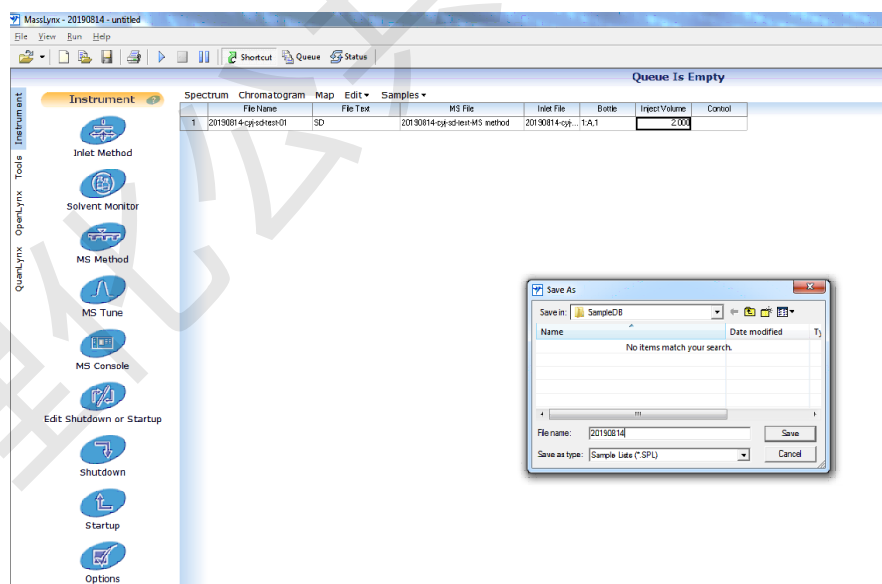
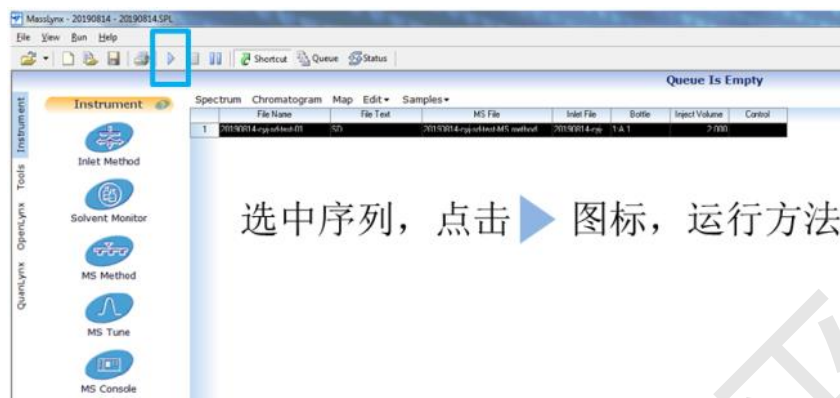

图 5.2 保存序列文件
图 5.3 运行序列文件
Step2: 如图 5.2, 保存方法序列名称, 一般以操作者姓名命名, 保存路径为当前项目中的 SampleDB 文件夹。序列保存结束, 在 Masslynx 主界面, 左上角显示 Project 和 sequence 名称, 如图 5.3 所示。